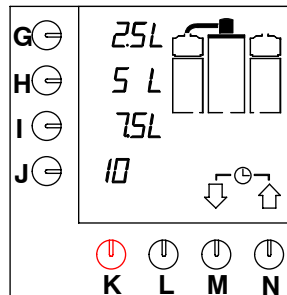

Fig. 5 Visor com as opções padrão
- A lâmpada indicadora do interruptor irá acender-se. As opções padrão aparecem no visor. Consulte a fig. 5 .